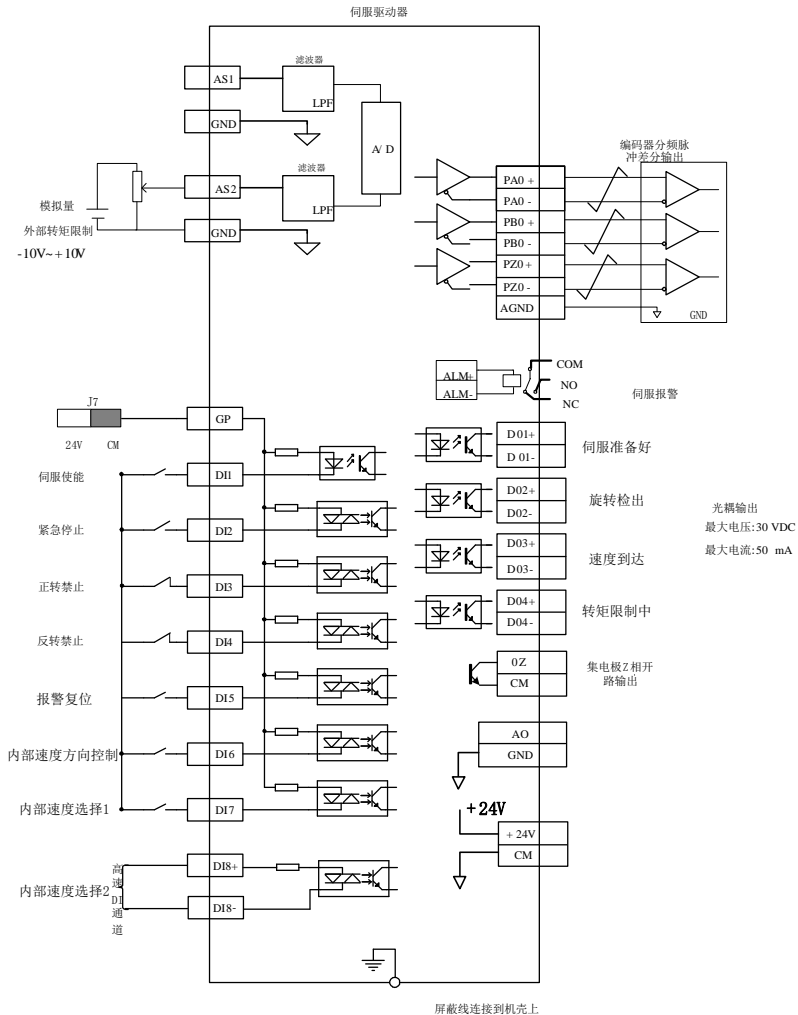
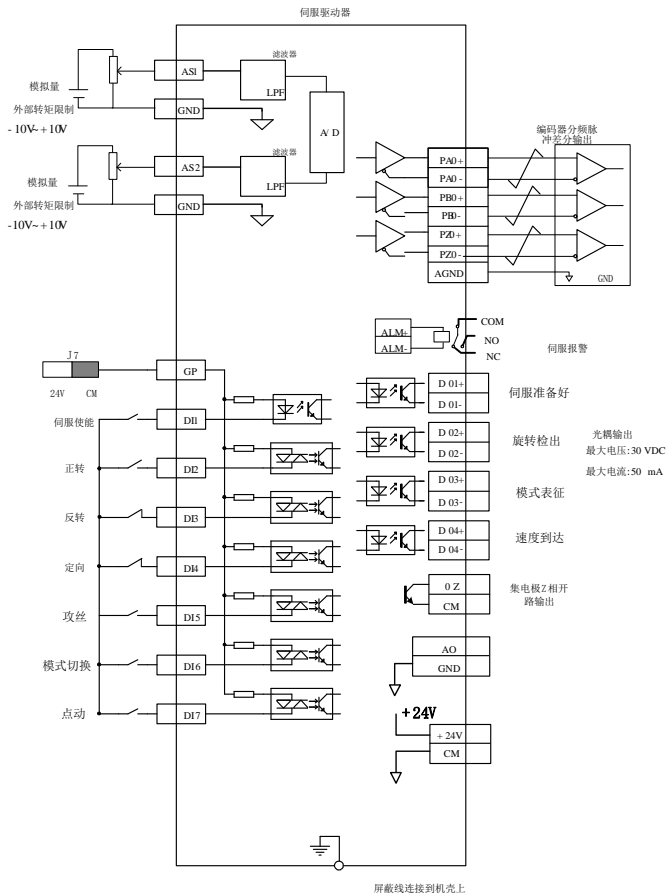

图 6.2.2 内部寄存器速度模式典型接线图
图 6.2.3 模拟量速度模式下典型的接线图
- ◇ 参考图 6.2.2 或图 6.2.3 的配线说明，进行 DI/DO 信号的连线；